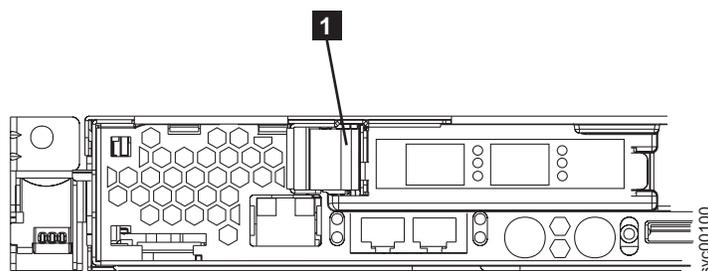

図 142. SAN ポリウム・コントローラー 2145-8F2 または SAN ポリウム・コントローラー 2145-8F4 PCI スロット 1 カード・リテーナー
- a. 図 142 に示すように、青色の PCI カード・リテーナー **1** をノードの後部から引き出します。